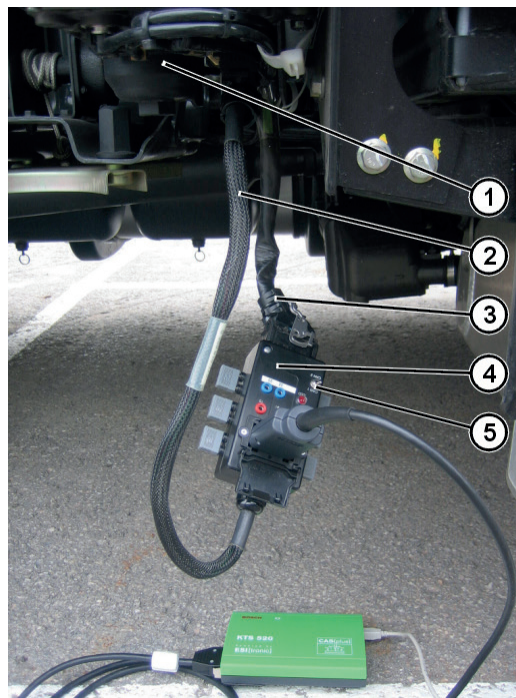

Fig. 2: Raccordement du module adaptateur
2. Débrancher le connecteur au bas du module d'alimentation (Fig. 2, Pos. 1). Pour ce faire, comprimer les talons à cran sur la partie en plastique du connecteur et défaire le levier de verrouillage.
3. Raccorder le câble de liaison (Fig. 2, Pos. 2) du module adaptateur au module d'alimentation.
4. Brancher le connecteur (3) côté faisceau de câbles sur le module adaptateur.
5. Raccorder le testeur de diagnostic à la prise de diagnostic du module adaptateur (Fig. 2, Pos. 4).
6. Sélectionner l'interface de communication avec le commutateur (Fig. 2, Pos. 5).